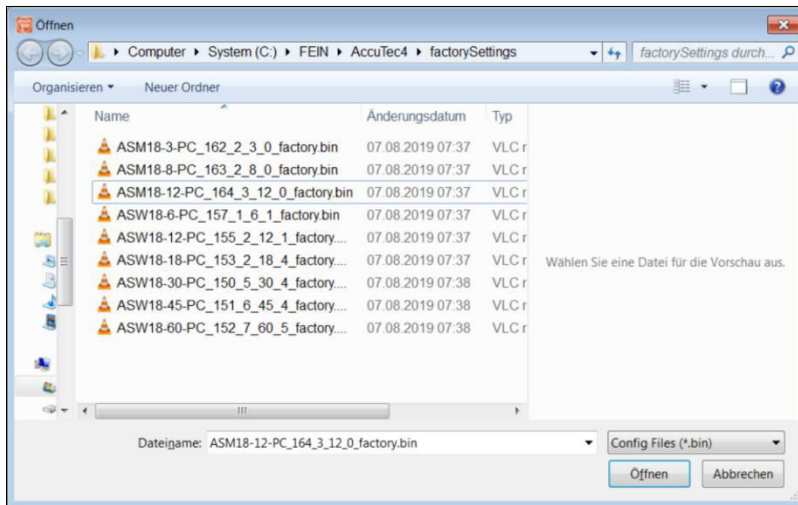

Abbildung 8: Zurücksetzen einer ASM 18-3 PC
*Es öffnet sich ein Fenster, in dem die spezielle Werkseinstellungs-Datei für die verbundene Maschine im Feld „Dateiname“ angezeigt wird (Siehe Abbildung 8).*